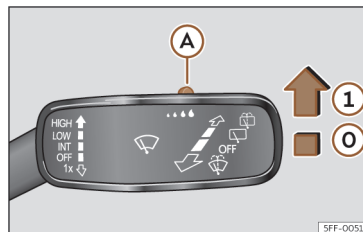

Fig. 104 Manípulo do limpa para-brisas: ajustar o sensor de chuva .
Pressione a alavanca até à posição desejada >>> **Fig. 104.**
- ⑦ Sensor de chuva desativado.
- ① Sensor de chuva ativo; varrimento automático se necessário.
Depois de desligar a ignição e de voltar a ligá-la, o sensor de chuva permanece ativo e funciona de novo quando o limpa para-brisas está na posição >>> Fig. 104 ① e se circula a mais de 16 km/h (10 mph).